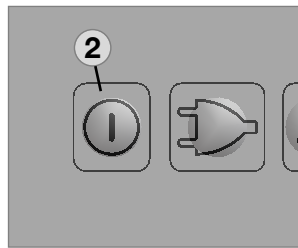

Abb. 46
- MES und AES Modelle werden über die Taste **(2)** ausgeschaltet. Halten Sie die Taste **(2)** für **3 Sekunden** gedrückt. Die Anzeige erlischt und das Gerät ist komplett abgeschaltet (Abb. 46).